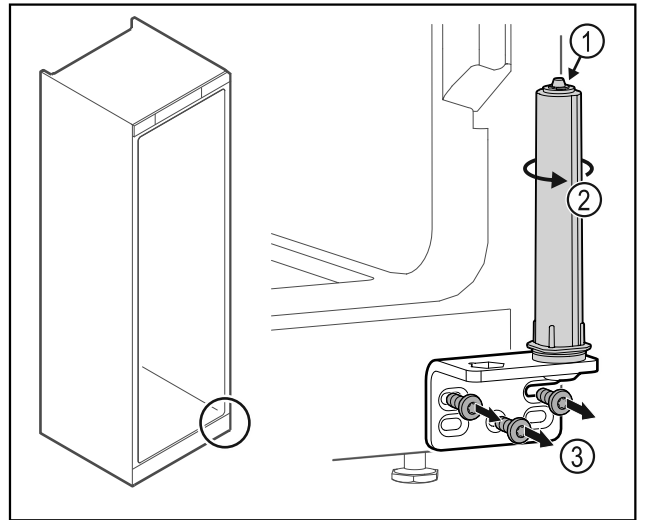

Fig. 35
- ▶ 请勿拆解关门系统 Fig. 35 (1)。
- ▶ 转动关门系统 Fig. 35 (2)，直至听到咔嚓声。
- ▶ 拧下合页角铁 Fig. 35 (3)。